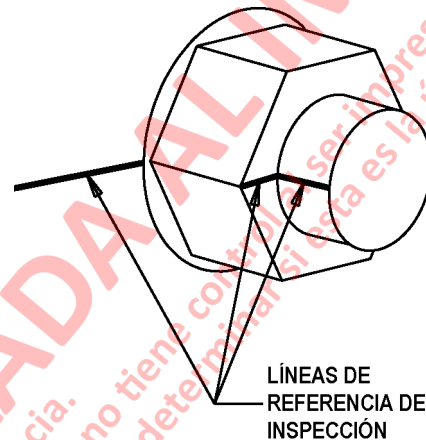
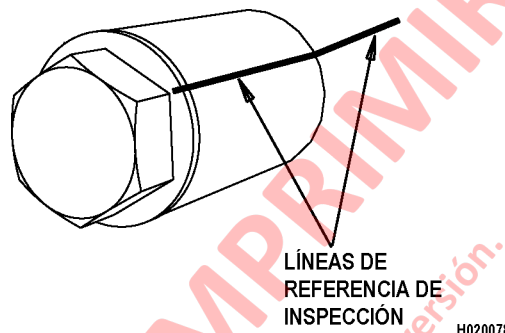

FIGURA 2-8. MARCADO DE LAS LÍNEAS DE REFERENCIA
FIGURA 2-10. MARCAR LAS LÍNEAS DE REFERENCIA
14. Trace líneas de referencia nuevas a lo largo del perno, la tuerca y el chasis en la parte trasera de la unión, como se muestra en la Figura 2-8. Estas líneas de referencia se usarán para verificar que los pernos mantengan su torque.
20. Trace líneas nuevas de referencia a través del perno, la tuerca y el chasis en la parte trasera de la unión, como se muestra en la Figura 2-8. Para los cuatro pernos con espaciadores, consulte la Figura 2-10. Estas líneas de referencia se usarán para verificar que los pernos mantengan su torque.
Si las líneas de referencia en las piezas de montaje (Figura 2-8 y Figura 2-10) han permanecido alineadas, el camión puede seguir operando.